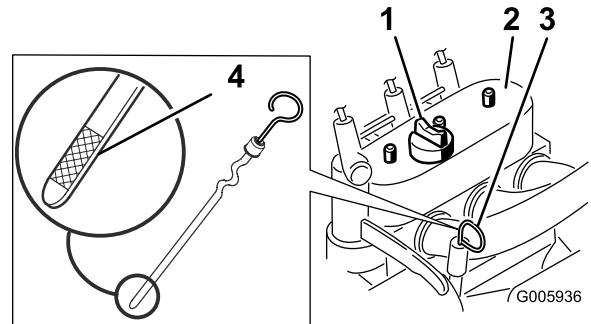

図 28
4. ディップスティック取り付け部の周辺をきれいにぬぐう 図 28。
5. ディップスティックを抜き、先端の金属部分 図 28 をウェスできれいに拭く。
6. ディップスティックを補給管の中にしっかりと差し込む 図 28。
8. 油量が少なければ、オイル補給口のキャップの周辺をきれいに拭き、キャップを外す 図 28。
11. オイル補給口のキャップ 図 28 を取り、所要量の約 80% のオイルを、バルブカバーから入れる。